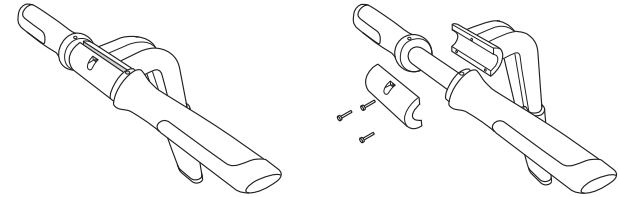

Abbildung 65: Abbauen des Lenkers
3. Bauen Sie die LeanSteer-Lenkstange vom Lenkerschaft ab (siehe **Abbildung 65**).